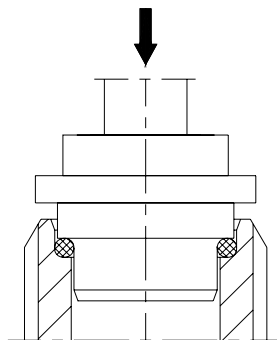

Fig. 7.1
- Introducir el eje (05) por la parte superior del cuerpo (01).
- Desplazar el eje (05) hasta que sobresalga por la parte inferior para colocar los rodamientos (70).
- Colocar el reten (88) en la cajera (09) deberá tenerse la precaución de situar el labio en la posición correcta (ver detalle sección 8.4).
- Fijar el reten (88) con el anillo elástico (66) y a continuación colocar el distanciador (17).
- Alojar la parte fija del cierre (08) en la cajera (09). Prensar a mano la parte fija del cierre valiéndose de un tampón plano de plástico, PVC, PTFE, ... en la parte en contacto con la superficie lapeada. Ver Fig. 7.1.